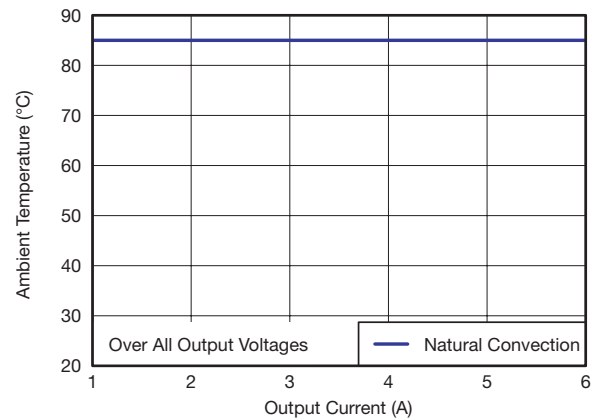

図 9. 安全動作領域
- (2) 温度ディレーティング曲線は、内部コンポーネントの温度がメーカーの指定した最高動作温度以下になる条件を表します。このディレーティング制限は、1オンスの銅を使用した、100mm × 100mmの両面PCBに直接半田付けされたデバイスに対して適用します。図9に対して適用されます。